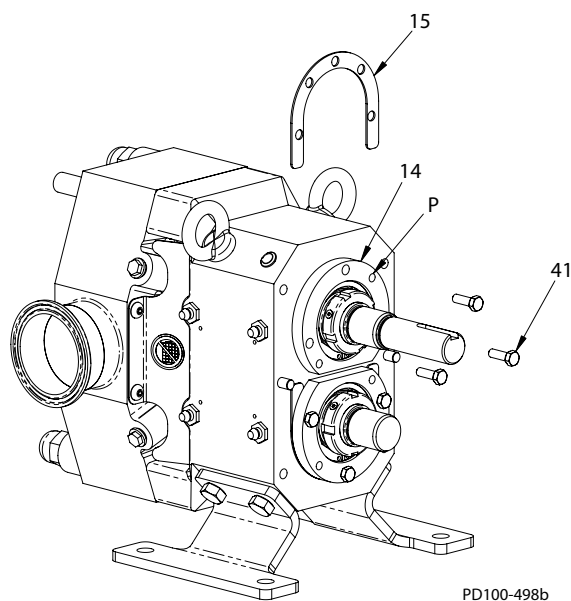

Figura 58: Instale los espaciadores
3. Elija una combinación de espaciadores (Figura 58, renglón 15) a fin de lograr un espesor tan cercano como sea posible al valor calculado. Nunca supere el valor calculado.
4. Quite los tornillos de la carcasa del cojinete (Figura 58, renglón 41), instale los espaciadores seleccionados en el paso 3 y vuelva a instalar los tornillos. Mueva el eje hacia atrás a fin de hacer espacio para los espaciadores. Para ello puede golpear levemente el eje con un martillo de cabeza de goma o instalar dos tornillos en los agujeros de empuje (elemento P) en la brida (elemento 14) de la carcasa del cojinete.